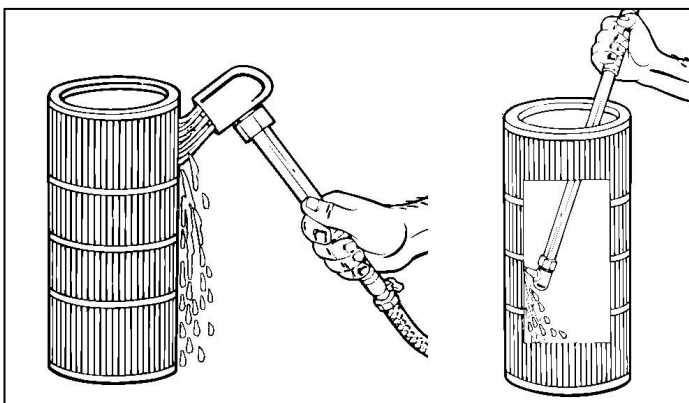

Bild 10 - Tvätta patronen
1. Installera den nya eller tvättade filterpatronen. Kontrollera att den är centrerad och sitter stadigt på plats (6./Bild 10).
2. Dra åt låsringen medsols endast med handkraft (Bild 10).